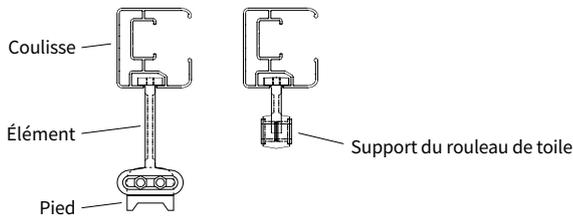

Fig. 3 Vue de face du pied et du support du rouleau de toile
- Glissez l'élément supérieur des pieds dans les coulisses latérales, puis montez les coulisses latérales sur les pieds fixés sur toit de la véranda. **(Voir figure 3)**